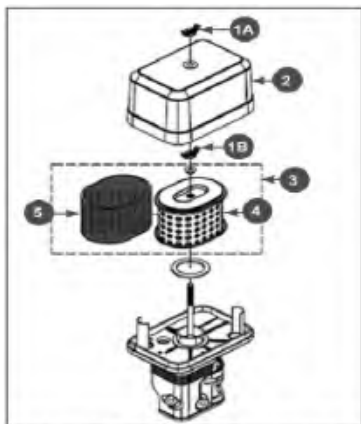

Рис. 25 Обслуживание воздушного фильтра
1.Открутите барашковую гайку 1А и снимите крышку 2 воздушного фильтра (Рис. 25).
2.Открутите барашковую гайку 1В и извлеките из корпуса воздушный фильтр 3 в сборе (Рис. 25).
3.Проверьте целостность и чистоту фильтрующих элементов. Поролоновый (предварительный) фильтрующий элемент 5 установлен на корпусе бумажного фильтрующего элемента 4 (Рис. 25).
4.При незначительном загрязнении промойте поролоновый фильтрующий элемент 5 (Рис.25) теплым мыльным раствором и просушите. Поврежденный или сильно загрязненный поролоновый фильтрующий элемент замените.